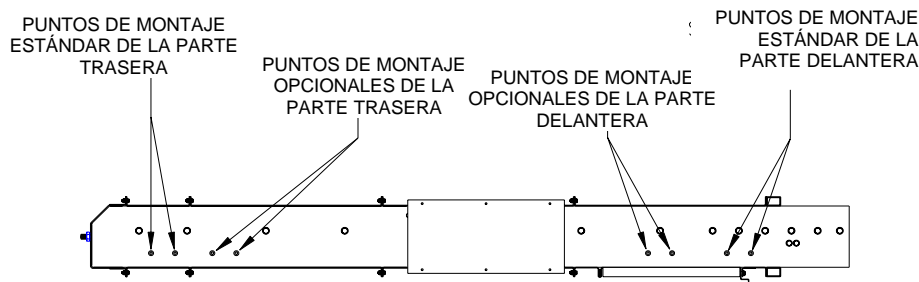

FIGURA 2-1: PUNTOS DE MONTAJE DEL ELEVADOR
- a. Véase la **Figura 2-1**. El peso montado del elevador descansa sobre ocho puntos de unión estándar (cuatro a cada lado de la caja). En cada uno de estos puntos hay una pieza de inserción roscada de 5/16-18.